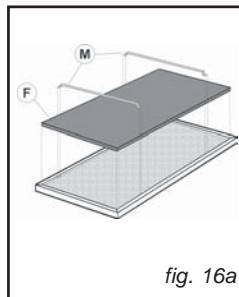

fig. 16a
• Utbyte av kolfiltret (Fig. 16a-16b)